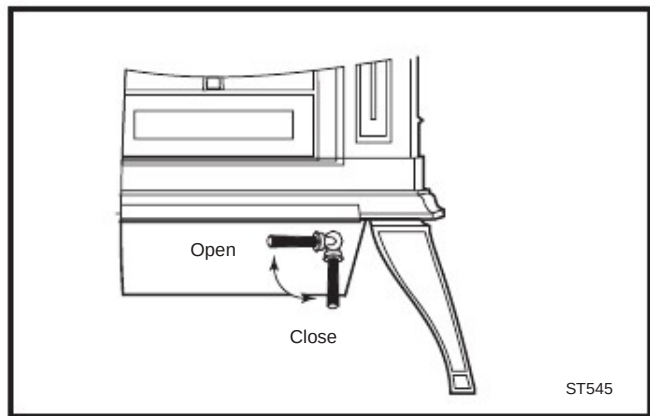

Рис. 40 Поверните ручку дверцы пеплосборника по часовой стрелке для того, чтобы открыть его и против часовой стрелки – чтобы закрыть.
- Закройте решетку и дверцы, откройте дверцу пеплосборника. Она повернется, и пеплосборник выйдет из печи (рис.40).